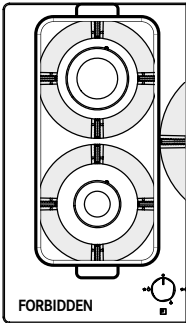

Rys. 1
Użycie naczyń o wymiarach większych niż podane może doprowadzić do przegrzania pokręteł i rusztu oraz, w przypadku długiego użytkowania, przebarwień pokrywy (w przypadku stali nierdzewnej). Firma Franke nie ponosi odpowiedzialności za powstałe w ten sposób uszkodzenia (Rys. 1).
- ▶ Nie umieszczać jednej patelni na dwóch palnikach (Rys. 1).
- ▶ Nie używać dwóch palników jednocześnie z jednym naczyniem, takim jak rondel lub też patelnia do ryb (Rys. 1).